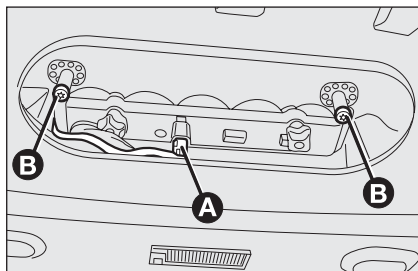

fig. 25
- débrancher la connexion électrique **A** - fig. 25 ;
- dévisser les deux pivots latéraux **B** - fig. 25 ;